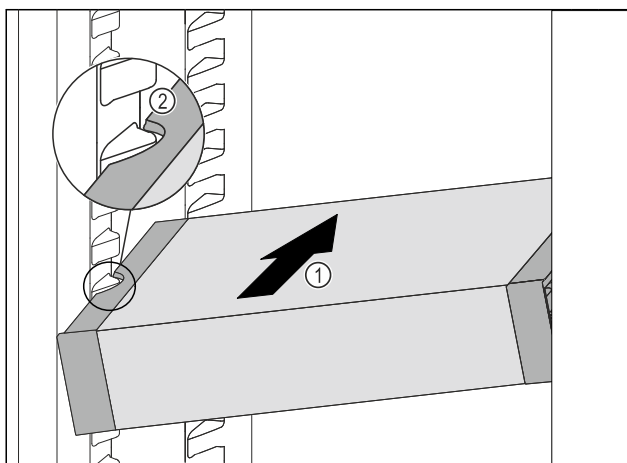

Fig. 88
- ▶ VarioSafe schräg in das Kühlteil einschieben Fig. 88 (1), bis sich die seitlichen Aussparungen Fig. 88 (2) des VarioSafes auf Höhe der Behälterrippe im Kühlteil befinden.